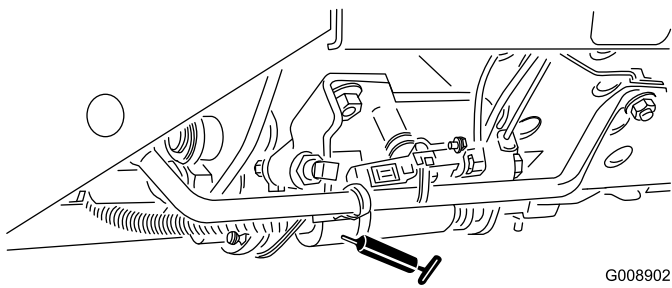

Figura 36
- Mando segar/transportar (Figura 36)